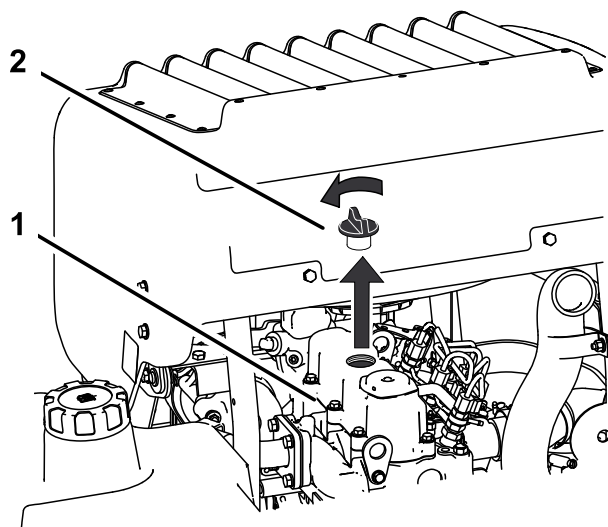

Figura 63
6. Retire o tampão de enchimento do óleo da parte superior do motor (Figura 63).
2. Retire o tampão de enchimento de óleo e a vareta (Figura 63).